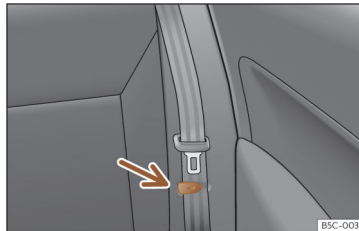

Fig. 111 Bancheta din spate: clema de fixare pe poziție a centurii de siguranță.
- Fixați centurile de siguranță ale scaunelor laterale în clemele din capitonaj»» **fig. 111**.